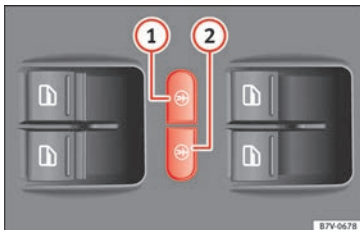

Abb. 136 In der Fahrertür: Tasten für die elektrische Kindersicherung.
Die elektrische Kindersicherung verhindert das Öffnen der Schiebetüren und der elektrischen Fensterheber in den Schiebetüren von innen, damit z. B. Kinder während der Fahrt nicht versehentlich eine Tür öffnen. Die linke Taste » Abb. 136 ① bzw. die rechte Taste ② schaltet die Kindersicherung hinten links bzw. rechts ein.
Einschalten:	Taste » Abb. 136 ① oder ② drücken.